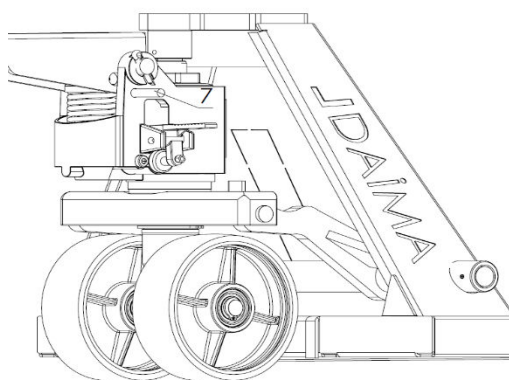

Rysunek 1
- Następnie zamocować ramię podnośnika, wkładając zawleczkę (patrz rysunek 1, element nr 2) przez otwory w wałku łączącym ramienia podnośnika po prawej i lewej stronie.